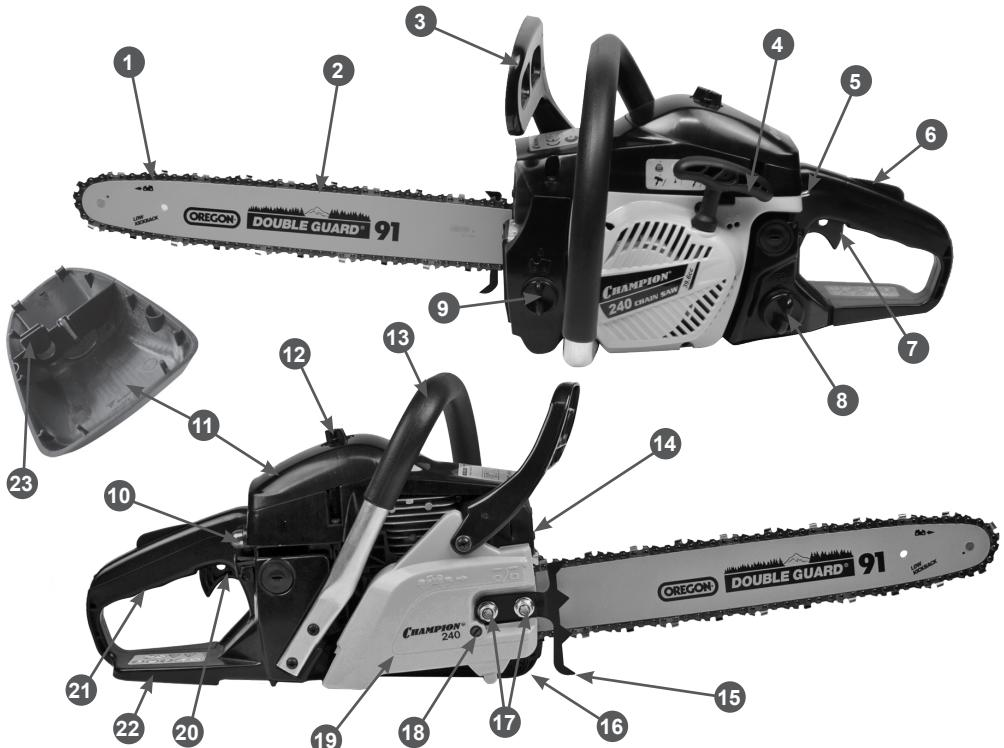

Рис. 1 Основные узлы и органы управления
Основные узлы и органы управления представлены на Рис.1.
- Открутите гайки крепления 17 и снимите крышку шины 19 (Рис. 1).
5. Вращая винт шестерни натяжителя цепи 18 (Рис. 1) против часовой стрелки, установите палец натяжителя в крайнее левое положение. Установите на место крышку шины.
Установите зубчатый упор 15 (Рис. 1) на крышку шины.